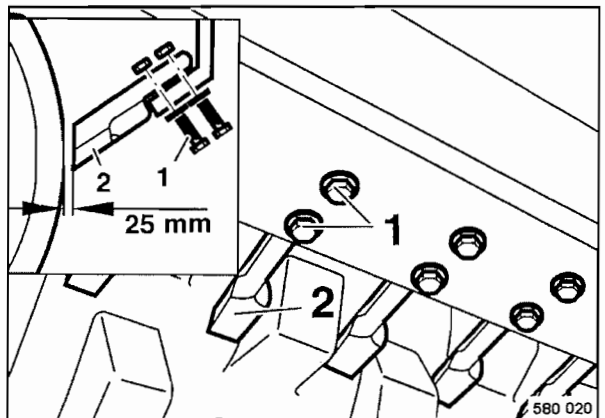

Fig. 63
- Comprobar los rascadores 2 (Fig. 63) por ajuste y estado. Reajustarlos si fuese necesario, o cambiar los dientes.